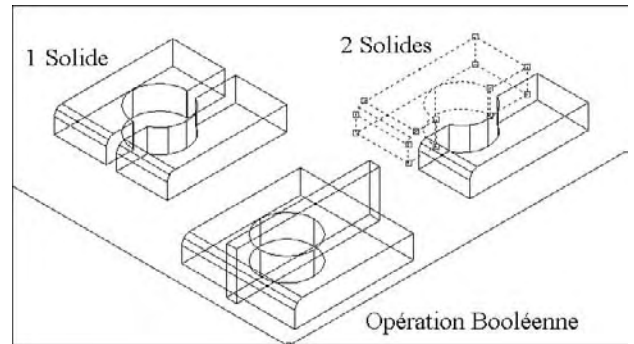

Fig.7.21
**Pour décomposer un solide 3D composé, la procédure est la suivante (fig.7.21) :**